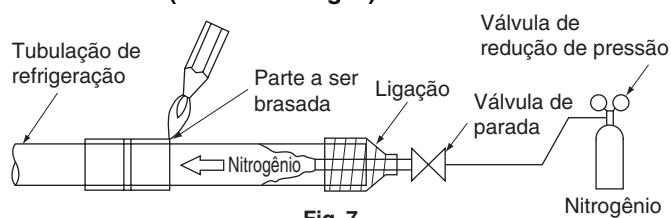

Fig. 7
- Realize a troca do nitrogênio ou aplique nitrogênio na tubulação de refrigeração (ver NOTA 1) no caso de brasagem da tubulação de refrigeração (ver NOTA 2). Em seguida realize a conexão brasada da unidade interna. **(Consulte a Fig. 7)**